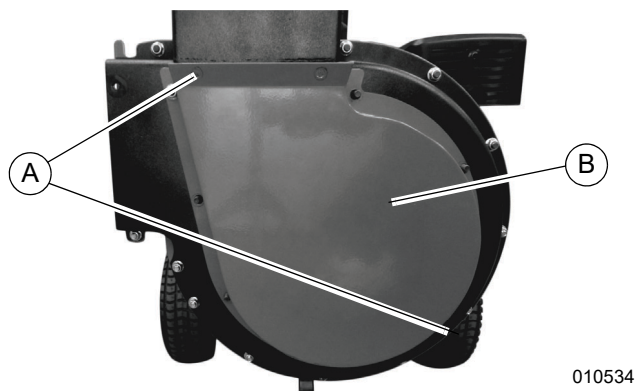

Figure 2-4. Dépose des écrous de transport
1. Voir Figure 2-4. Retirer les deux écrous de transport (A) qui maintiennent le carter de broyeur à marteaux (B) sur le bloc moteur à l'aide d'une clé de 1/2 po. Mettre les écrous de transport au rebut.